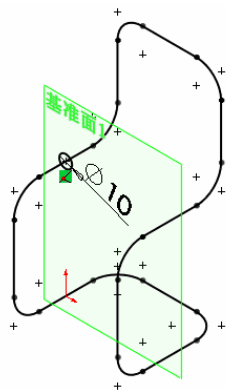

图 7-12 等轴测视图
⑨ 设置视图方向。单击“标准视图”工具栏中的“等轴测”图标，将视图以等轴测方向显示，结果如图 7-12 所示。然后退出草图绘制。